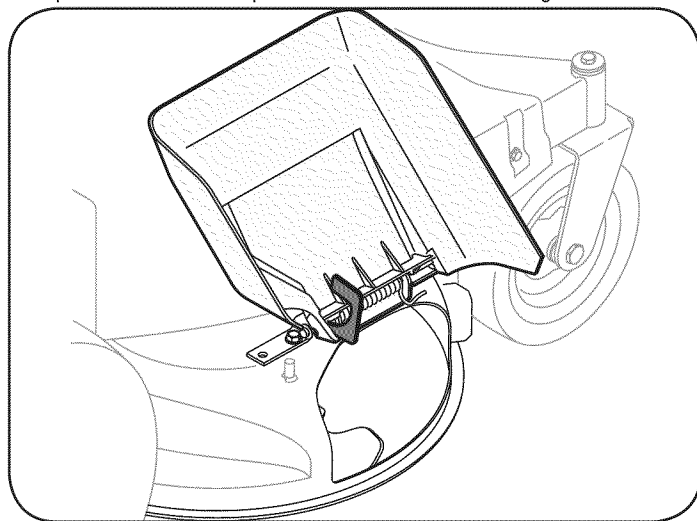

Figura 1
1. Localice la traba de seguridad que, si la hay, se encuentra en la parte derecha de la plataforma de corte. Vea la Figura 1.